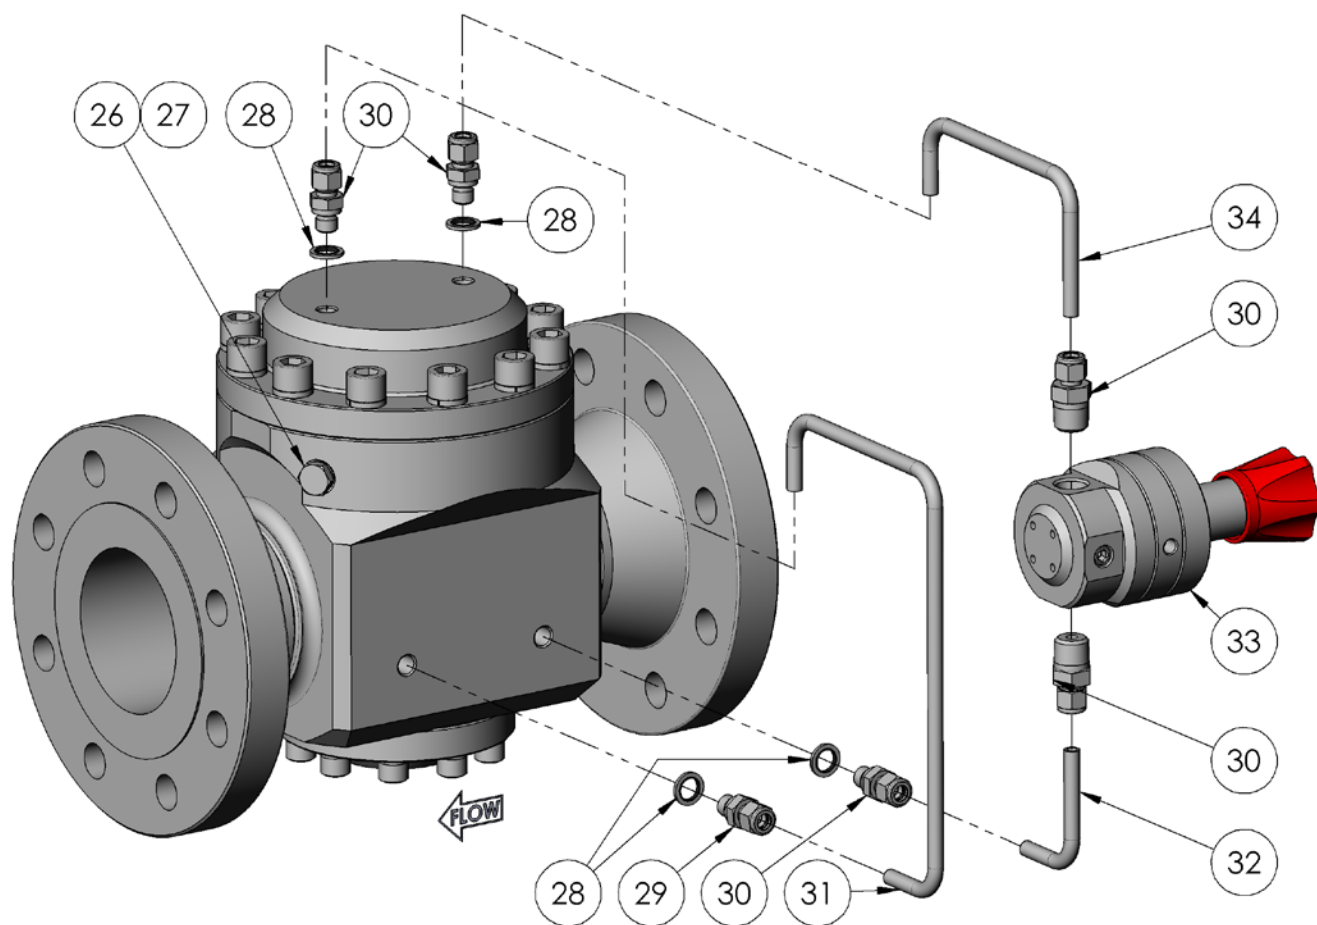

図 8
12. ドーム・プレート(22)をダイヤフラム(21)の中央にセットした後、ドーム(23)を被せます。ドーム・ポートの向きは、図 8 を参照してください。
14. 供給チューブ(32)、ドーム・チューブ(34)、パイロット・レギュレーター(33)があれば、ボディ(11)の一次側ポートに取り付けます(図 8 参照)。
15. ブリード・チューブ(31)があれば、ボディ(11)の二次側ポートに取り付けます(図 8 参照)。ブリード継手(29)は、その内部レデュースド・オリフィスで識別することができます。